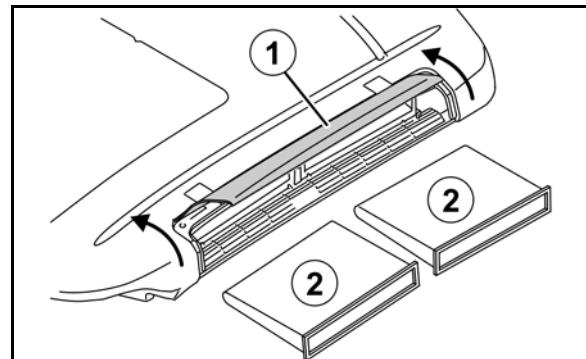

Рис. 181
1. Откройте крышку (Рис. 181/1) слева на крыше кабины.
2. Разблокируйте фильтр (Рис. 181/2), извлеките его и замените.